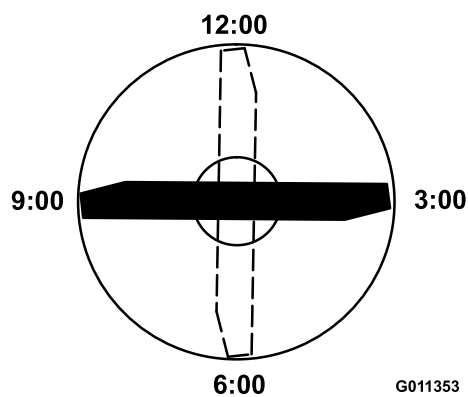

Рисунок 82
4. Установите режущую кромку отмеченного конца ножа в положение «12 часов» (строго прямо по направлению скашивания) (Рисунок 82) и измерьте высоту от стола до режущей кромки ножа.
5. Поверните отмеченный конец ножа в положения «3 часа» и «9 часов» (Рисунок 82) и измерьте значения высоты.